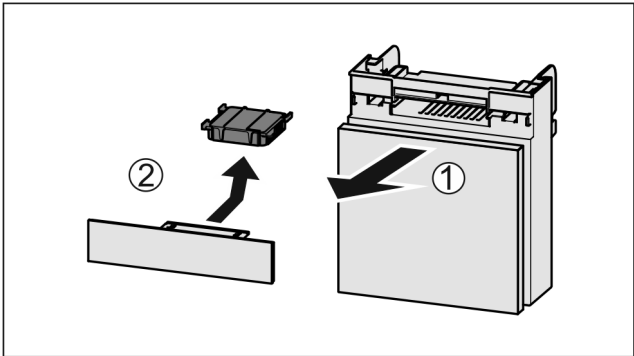

Fig. 120
- ▶ 向前拉出 Fig. 120 (1)抽屉。
- ▶ 取出 Fig. 120 (2)活性炭过滤器。